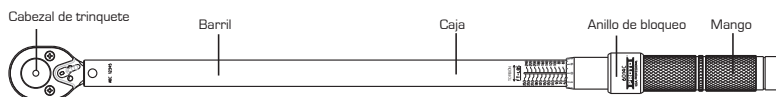

Figura 1: Llave de torsión Proto®
2. Con la otra mano, deslice el anillo de bloqueo en el mango hacia atrás con el pulgar e índice para desacoplar el mecanismo de bloqueo del mango (vea la Figura 1 en la página 22).